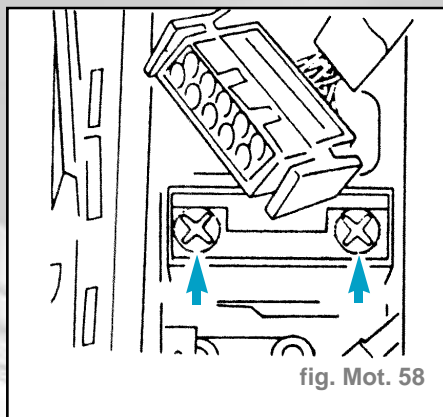

fig. Mot. 58
- Débrancher le connecteur (fig. Mot. 58).
- Déposer les vis (fig. Mot. 58).
- Débrancher les connecteurs du électronique (fig. Mot. 58).